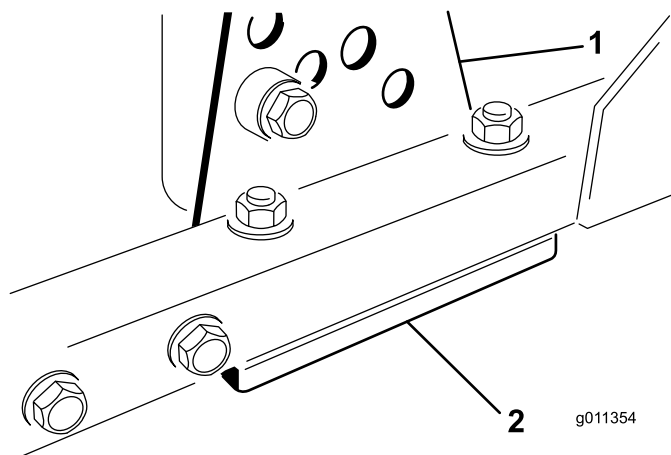

Рисунок 122
- Снимите кронштейн высоты скашивания (передний, левый или правый) с рамы режущего блока (Рисунок 122).
- Отрегулируйте количество регулировочных прокладок толщиной 1,5 мм и/или 0,7 мм между рамой режущего блока и кронштейном, чтобы получить необходимую настройку высоты (Рисунок 122).